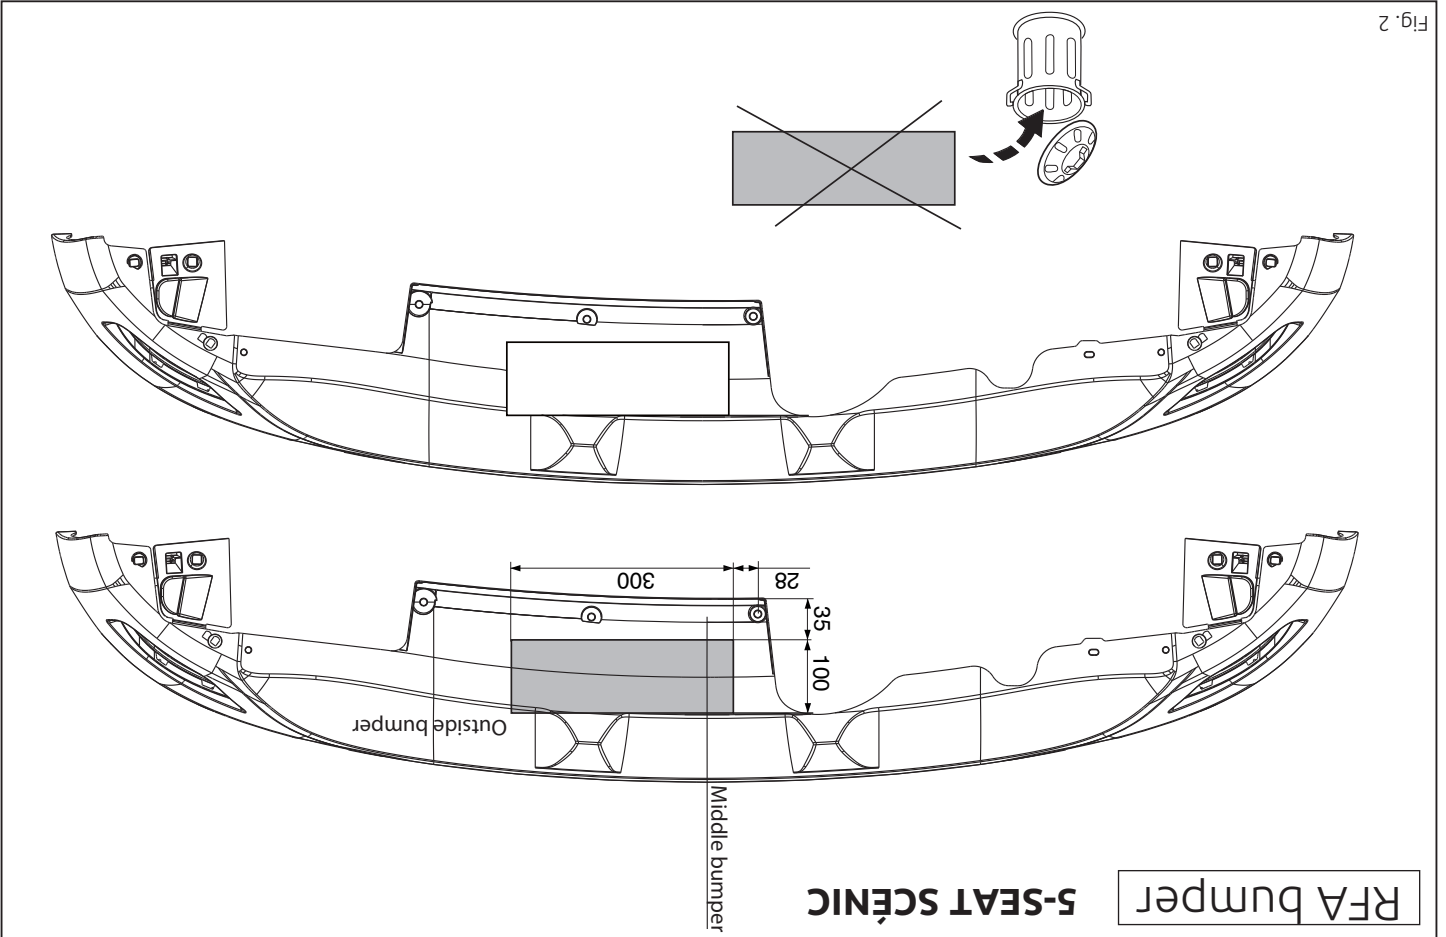

Fig. 2
8. Saw out the portions as indicated in fig. 2, 2a and 2b.
8. Gemäß Abb. 2,2a und 2b die angegebenen Teile heraussägen.
8. Выпилить обозначенные части, как указано на рис. 2,2а и 2б.